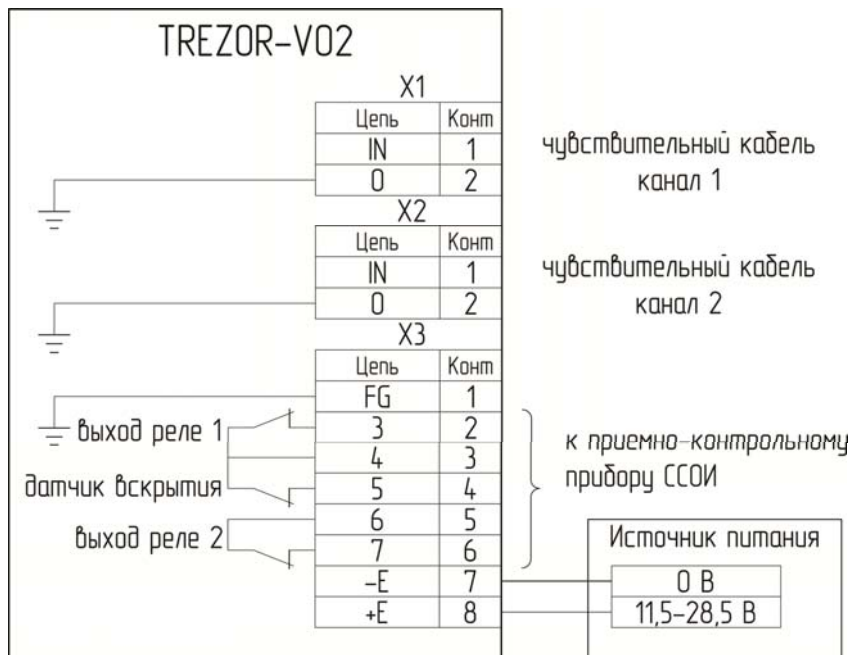

Рисунок 2.2.1. Схема подключения
- винтовые соединительные колодки «**X1**», «**X2**» предназначенная для присоединения внутренних проводников (клемма «**In1**», «**In2**») и экрана (клемма «**OB1**», «**OB2**») чувствительного кабеля (см. рис. 2.2.1);